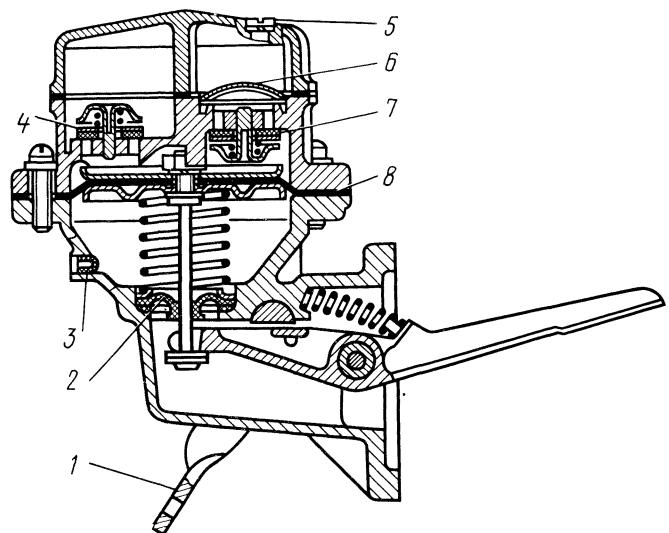

Рис. 26. Топливный насос:
**Топливный насос Б-9В-Б** (рис. 26) — диафрагменного типа; приводится в действие от эксцентрика, расположенного на распределительном валу двигателя. Над всасывающими клапанами насоса установлен фильтр 6, выполненный из мелкой латунной сетки.